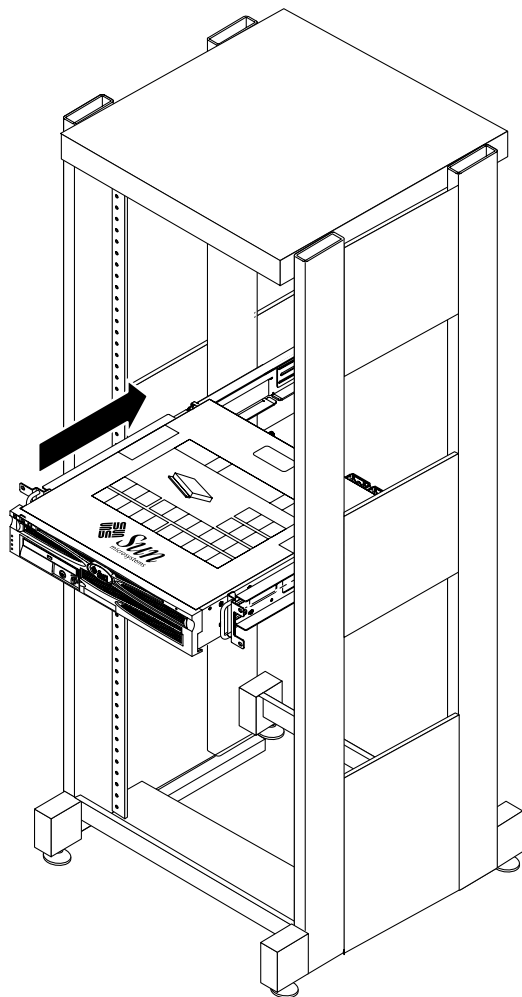

FIGURE 3-20 Glissement du serveur sur les rails réglables
- 11. Soulevez le serveur dans l'armoire et faites-le glisser sur les rails réglables (FIGURE 3-20).**